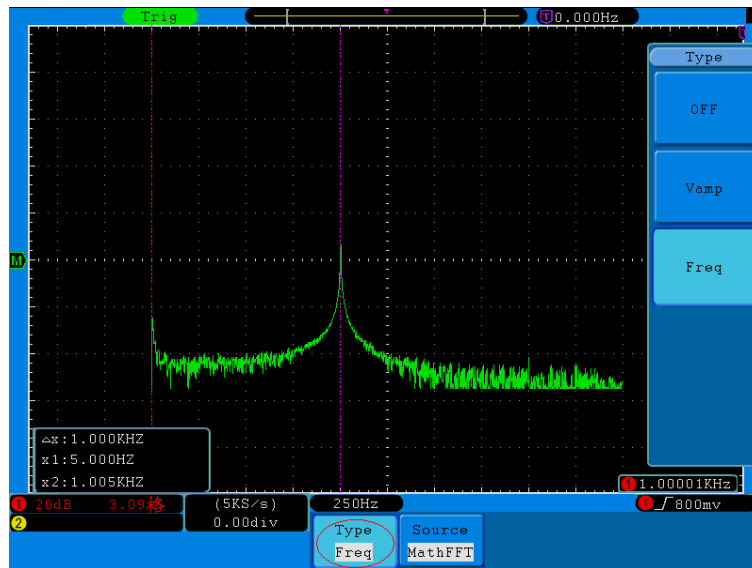

図 5-66 周波数カーソル測定
4. 被測定波形をもとに、2つのチャンネルの**垂直位置(VERTICAL POSITION)**ツマミを回してカーソル1、カーソル2の位置を調節します。カーソルウィンドウには2つのカーソルの周波数差及びそれぞれ現在位置が表示されます(図 5-66 参照)：